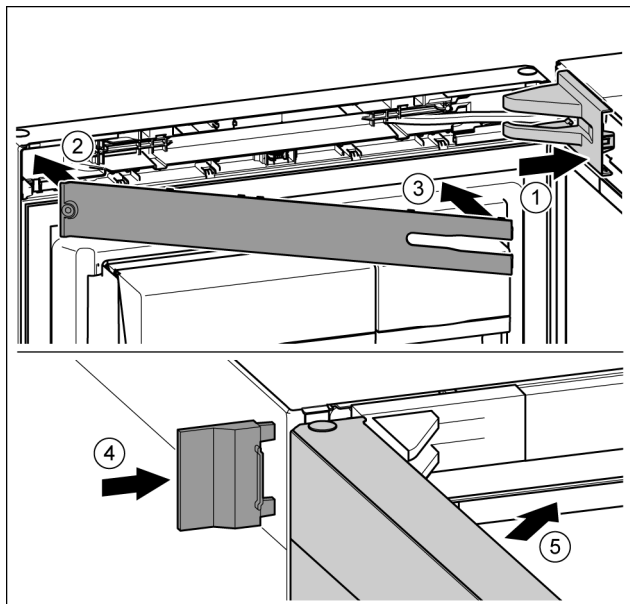

Fig. 50
- Lagerbockabdeckung aufsetzen und einrasten, ggf. vorsichtig auseinanderdrücken. Fig. 50 (1)
- Blende aufsetzen. Fig. 50 (2)
- Blende einschwenken und einrasten. Fig. 50 (3)
- Äußere Abdeckung aufschieben. Fig. 50 (4)
- Obere Tür schließen. Fig. 50 (5)